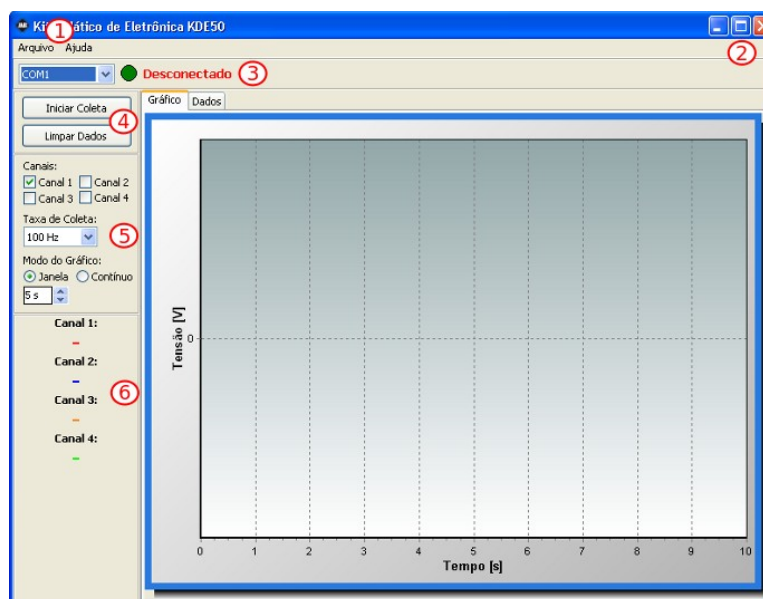

Figura 3.5: Tela inicial do Software.
A figura 3.5 apresenta a tela inicial do software com alguns pontos em destaque que serão melhor detalhados a seguir. No item 1 podemos observar os botões de menu, “Arquivo” e “Ajuda”. No menu “Ajuda” encontram-se dicas de utilização do software, e no menu “Arquivo” as seguintes opções: